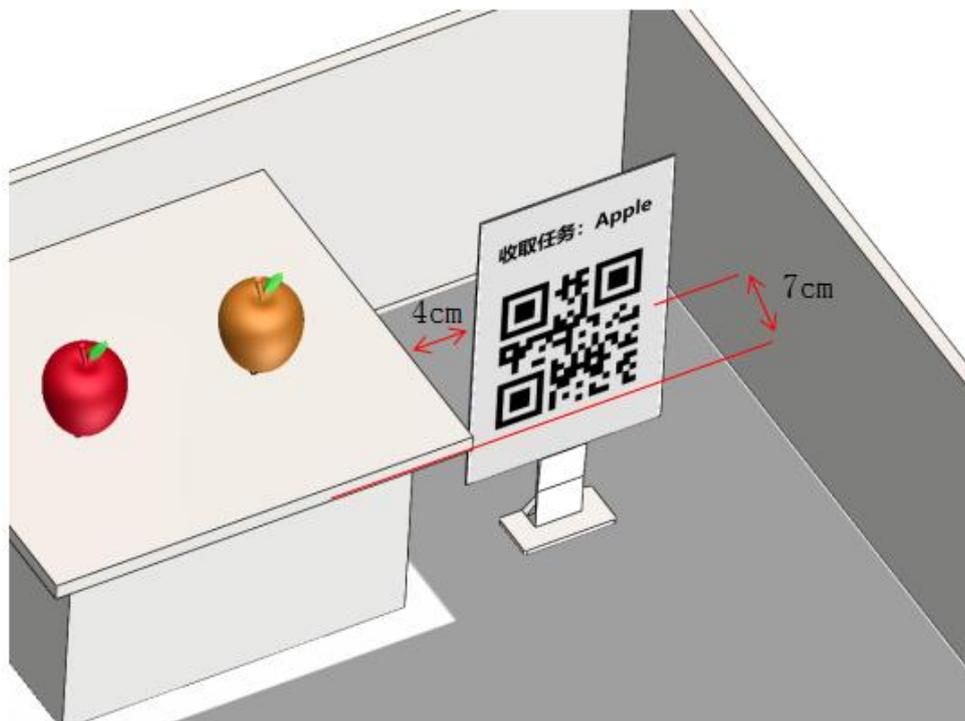

图5 收取任务二维码牌摆放位置
1. 收取任务二维码放置在如图5的所示位置，A4纸大小，可通过附件1、2进行打印测试。
9. 收取任务二维码牌摆放位置，摆放位置误差为 $\pm 2\text{cm}$ 。如图5所示。